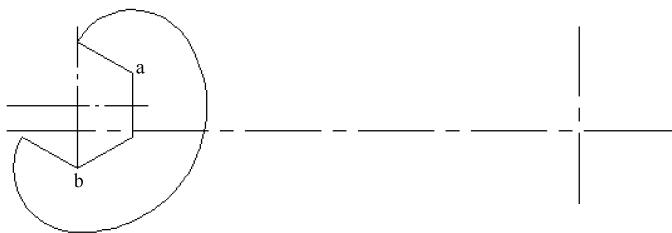

图 3-9 确定同心圆的圆心
5) 确定右边同心圆的圆心。在【属性】工具栏中设置中心线层为当前层。单击平行线图标 $\parallel$ ，在弹出的立即菜单中选择【偏移方式】和【单向】选项，拾取垂直中心线，向右拖动光标，输入“100”，按回车键；拾取水平中心线，向下拖动光标，输入“5”后，按回车键。单击【拉伸】按钮，拉伸水平中心线，使其与所做的垂直中心线有交点，操作结果如图 3-9 所示。